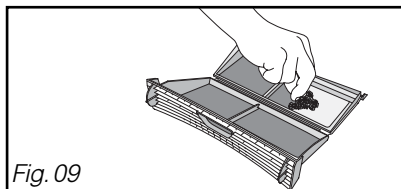

Fig. 09
- Nettoyez-le en le débarrassant de la mince couche de peluche qui le recouvre (Fig. 09)